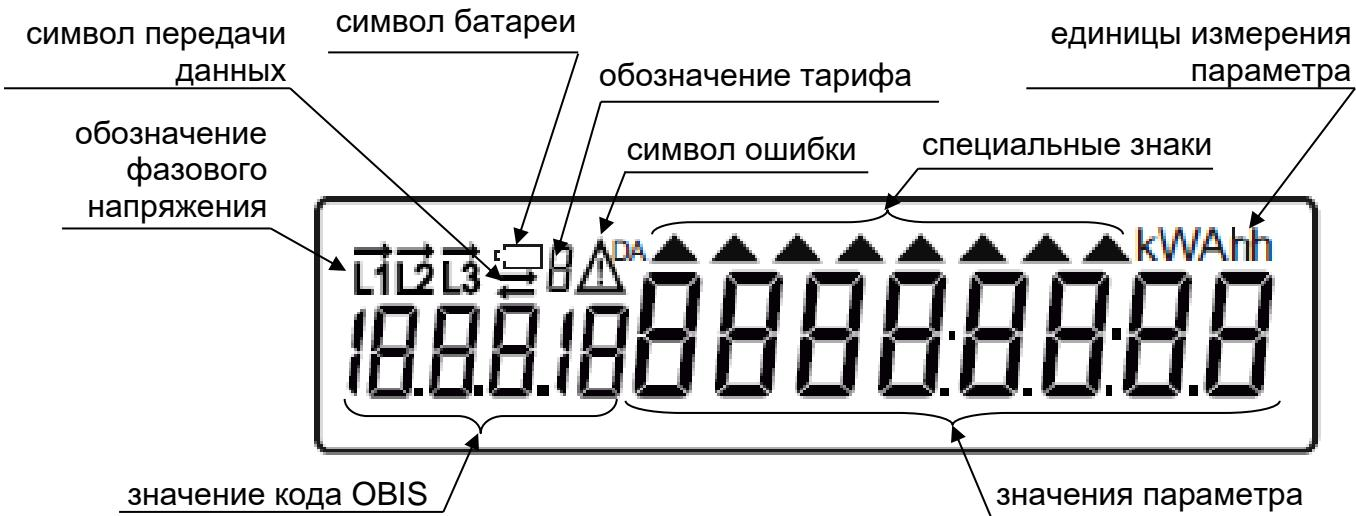

Рисунок 3.1 – Внешний вид дисплея счетчика со всеми включенными сегментами
3.8.3 В результате нажатия на большую кнопку прокрутки дольше 5 секунд счетчик переходит в режим отображения на индикаторе расширенного набора параметров. Режим сопровождается подсвечиванием крайнего правого треугольника (рисунок 3.1), расположенного в правом верхнем углу («§»). Во время отображения списка можно прокручивать данные вперед/назад с помощью кнопок прокрутки. Если кнопки не нажимаются, то список будет прокручиваться автоматически с интервалом между отображаемыми данными – ~7 секунд.
Если данные счетчика при этомчитываются через оптопорт, на индикаторе возникает мигающий треугольник «TP» (при его наличии, рисунок 3.1), при котором протокол DLMS прекращает работать, а используется технологический протокол.